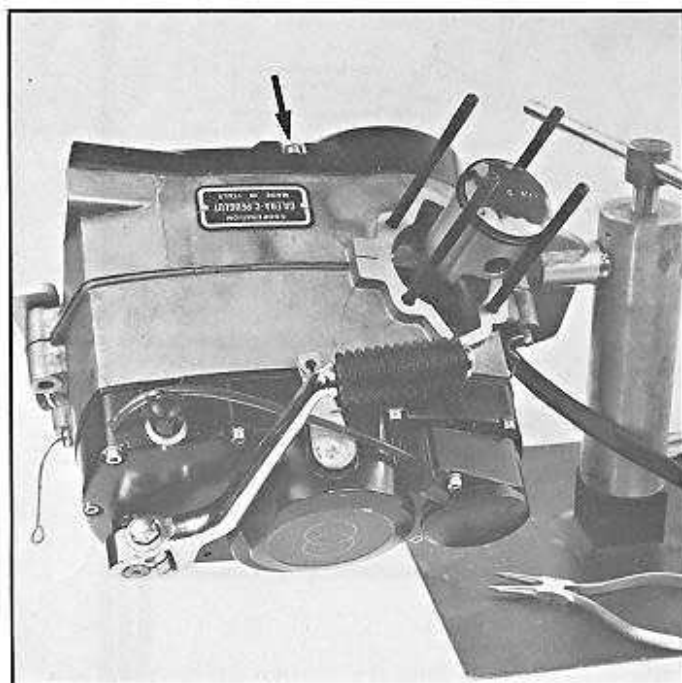

Fig. 20
- Dévisser et retirer les 3 vis de fixation du couvercle gauche (clé Allen de 4) (fig. 20).